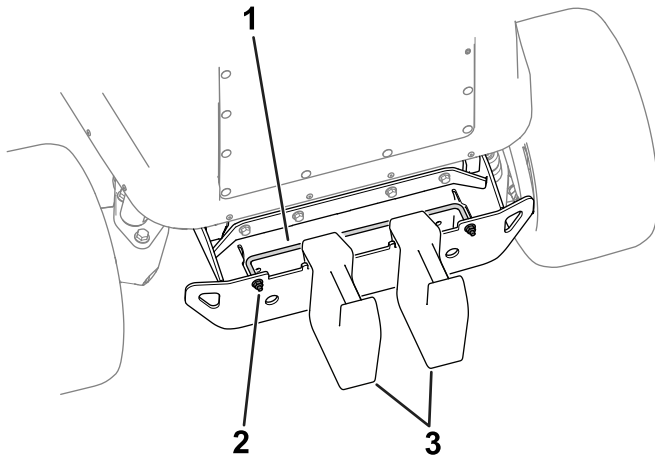

Bild 15
1. Lösen Sie die Befestigungselemente (Bild 15), mit denen die Verriegelungsstange des Ballasts am Stoßfänger befestigt ist.
2. Fügen Sie zwei Ballastgewichte zum Stoßfänger hinzu, wie in Bild 15 dargestellt.
3. Ziehen Sie die Befestigungselemente (Bild 15) der Verriegelungsstange des Ballasts an, um Ballast am Stoßfänger zu befestigen.